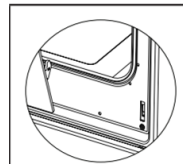

Figure 16.2
- Pour retirer la porte du four, tenez-la à deux mains lorsqu'elle est proche de la position fermée et tirez-la vers le haut. (Voir Fig. 16.2).